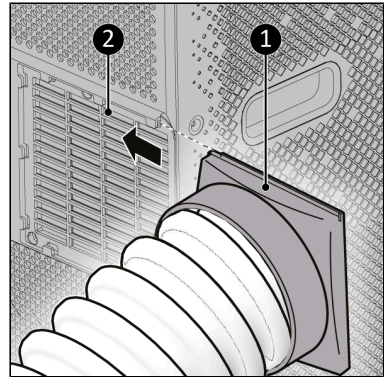

Abbildung 51.
7. Verbinden Sie den Schlauchanschluss (Abbildung 51, Pos. 1) mit einem Ende des Heißluft-Auslassschlauchs (Abbildung 51, Pos. 2).